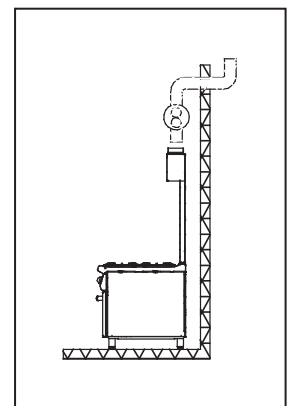

Fig. 17
- *Evacuazione forzata diretta (fig.17).*